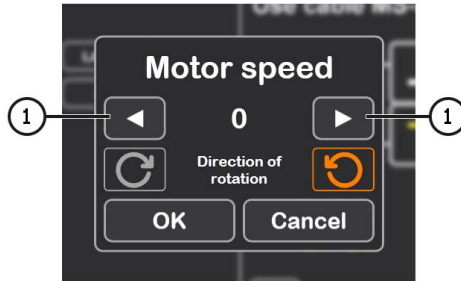

Рисунок 26
3.1. Після активації режиму діагностики відкриється вікно попередньої перевірки генератора див. рис. 26.
3.2. Кнопками керування приводом генератора (див. поз. 1 рис. 26) встановіть швидкість обертання шківів генератора в межах від 100 до 150 об/хв.
4. Перед активацією режиму діагностики з'явиться вікно попередньої перевірки генератора, див. рис. 26.
- 4.1. Кнопками керування приводом генератора (див. поз. 1 рис. 26) встановіть швидкість обертання шківів генератора в межах від 100 до 150 об/хв.
4. Після натискання на кнопку "Automatic test" з'явиться вікно попередньої перевірки генератора, див. рис. 26.
- 4.1. Кнопками керування приводом генератора (див. поз. 1 рис. 26) встановіть швидкість обертання шківа генератора в межах від 100 до 150 об/хв.